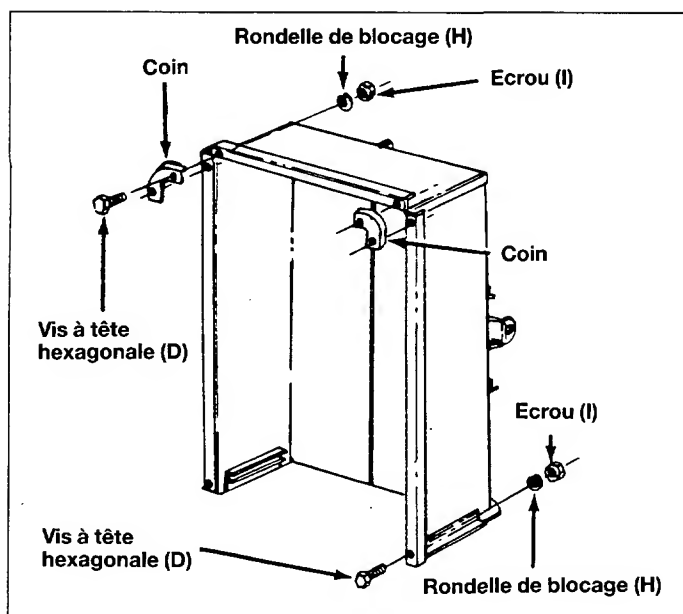

Fig. 10
15. Montez 2 coins sur l'arête avant et insérez 2 vis dans l'arête latérale et dans le renforcement du panneau arrière. Utilisez des vis de 6 mm×12 mm (D), des rondelles de blocage (H) et des écrous (I). Voir la figure 10.